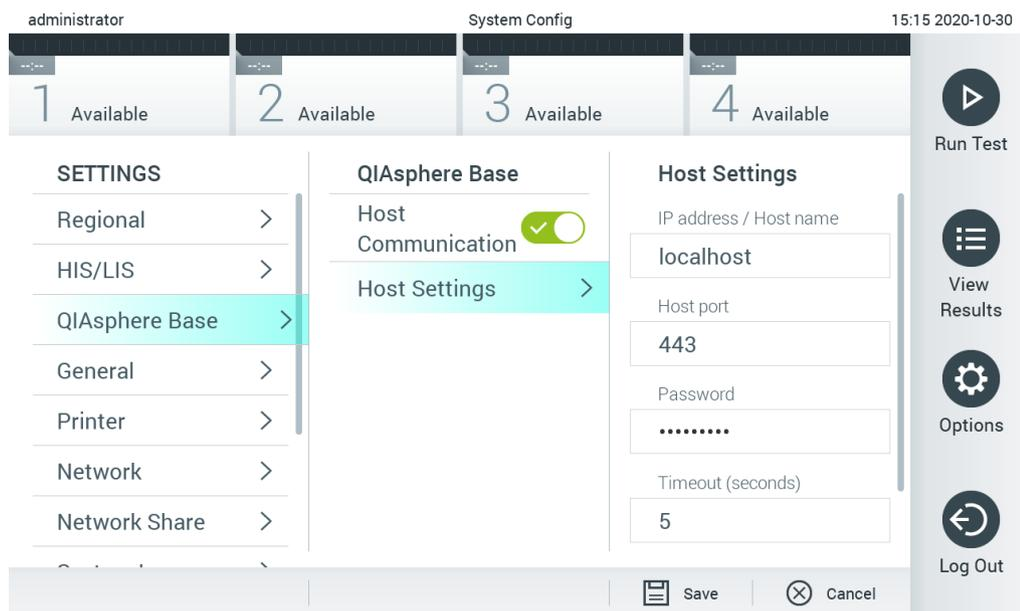

Figura 66. Configurar a ligação ao QIASphere Base
2. Selecione QIASphere Base na lista das definições na coluna esquerda (Figura 66).